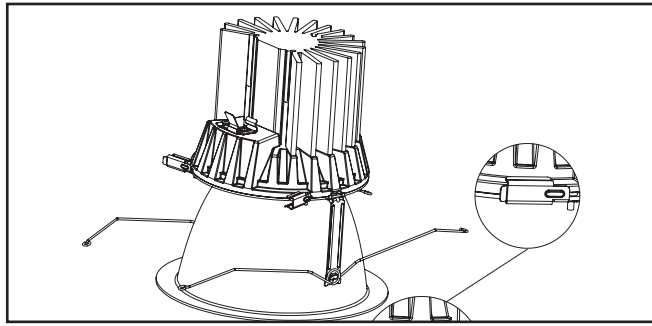

Figura 6
5. Rote los ganchos laterales (3) en el lugar para fijar firmemente la moldura al motor LED (Figura 6.).